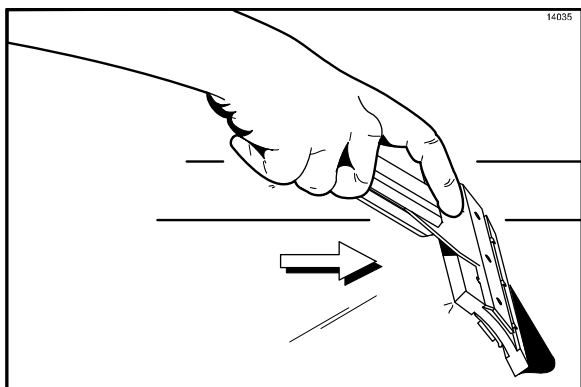

Рисунок 20
3. С помощью резинового скребка счищайте жир с задней части нижней плиты гриля в жируловитель. **Запрещается использовать** скребок гриля при выполнении этих операций. (См. рис. 20)